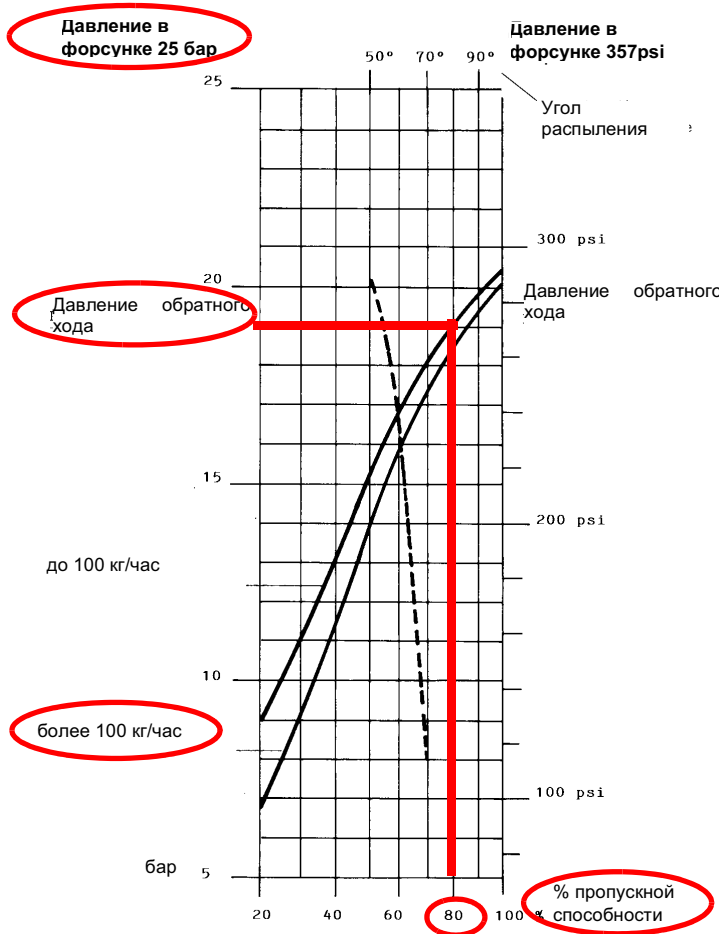

Рис. 14
**Пример** : 80% номинального расхода на форсунке можно получить, если установлены форсунки с расходом более 100 кг/час, при давлении на обратном ходе примерно равном 18 бар (см. график на Рис. 14).